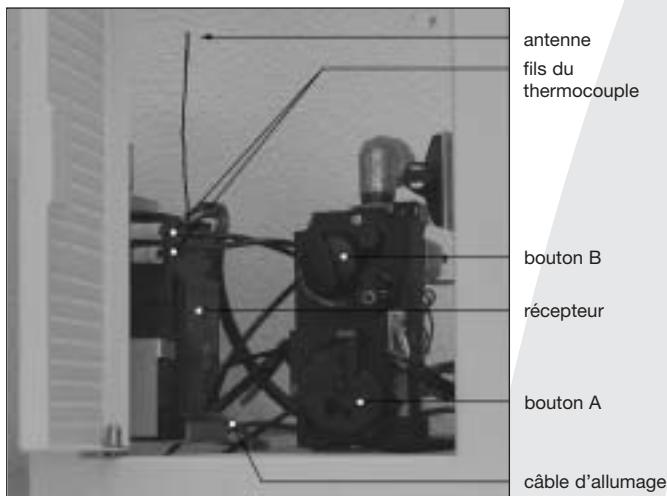

fig. 29
Le récepteur se trouve dans le coffret de commandes (voir Fig. 29).
- Placez le récepteur tel qu'indiqué sur la Fig. 29.
- !Attention** - Ne placez pas l'antenne du récepteur trop près du câble d'allumage et/ou d'éléments métalliques : veillez à ce que l'antenne soit tournée vers le haut (voir la Fig. 29 pour la bonne position) ;